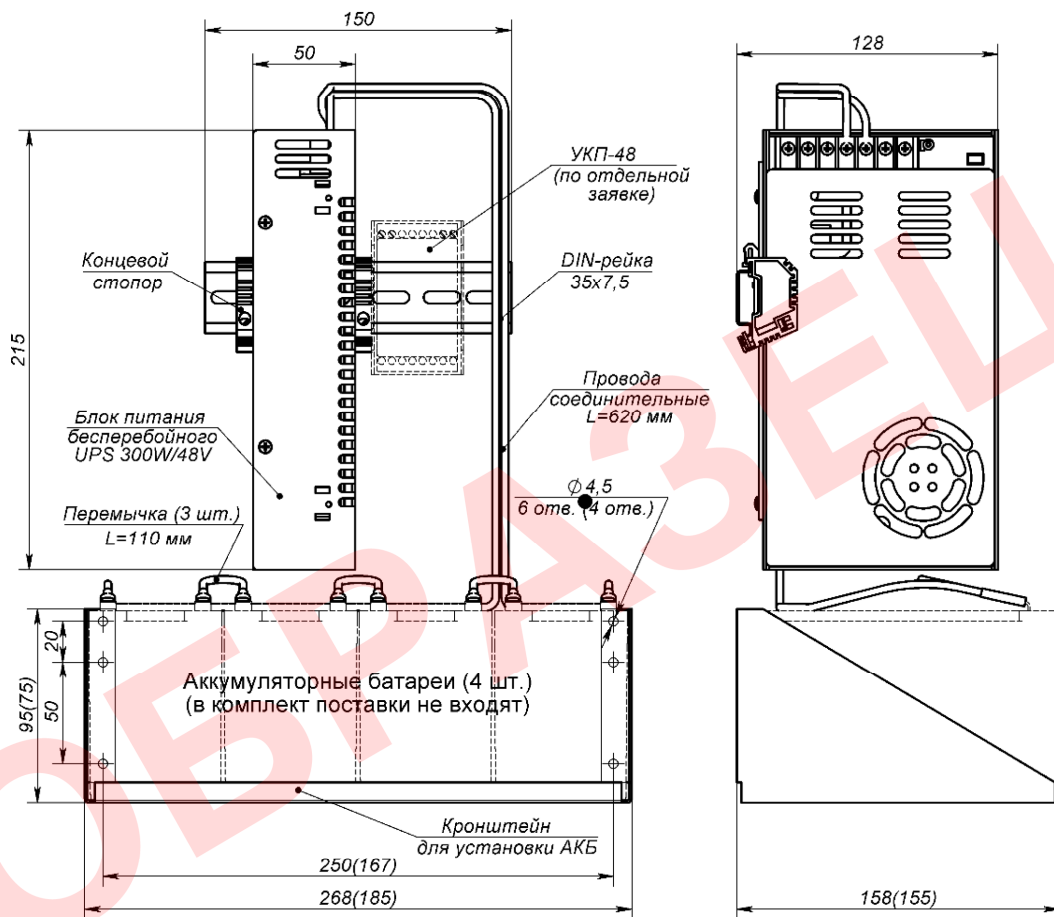

Рисунок 1 – Устройство, габаритные и установочные размеры
12. Габаритные размеры	см. рисунок 1
3. Установить аккумуляторные батареи на кронштейн (рисунок 1) и подключить их проводами соединительными к контактам BAT+ и BAT- блока бесперебойного питания UPS 300W/48V, соблюдая полярность. Соединить аккумуляторы перемычками.
4. Подать трехпроводным кабелем напряжение питания 220 В AC на соответствующие контакты блока питания, при этом фазный провод (L) соединить с контактом L, нулевой провод (N) с контактом N, а провод заземления соединить с контактом $\perp$.